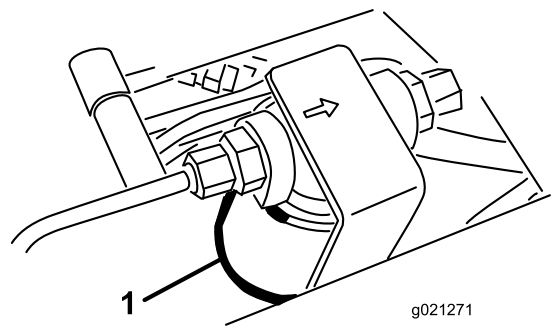
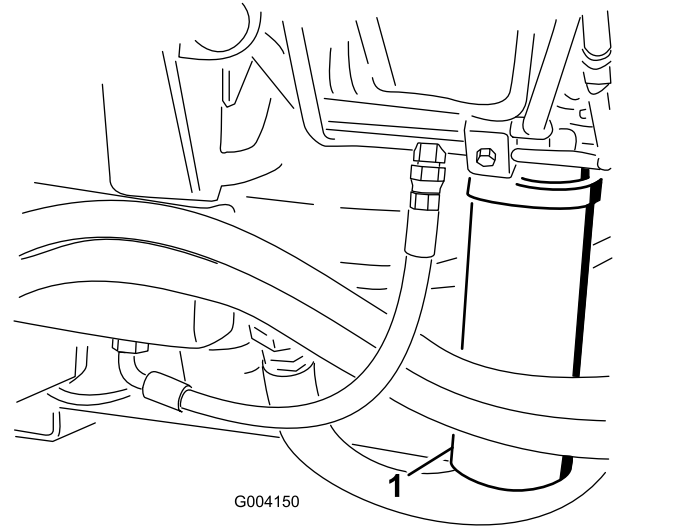

Figura 101
Figura 102
2. Limpe a área à volta da área de montagem do filtro e coloque um recipiente de drenagem por baixo do filtro (Figura 101) e (Figura 102).